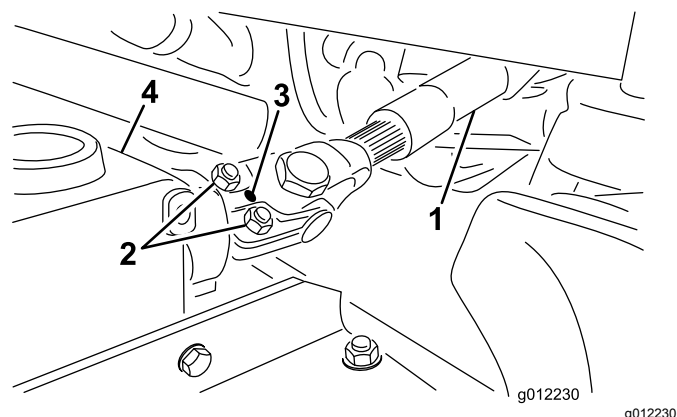

Figura 3
- A. Retire o pino de segurança da culatra da extremidade e veio da caixa de velocidades (Figura 3).
- B. Desaperte os dois parafusos e as porcas de bloqueio (Figura 3).